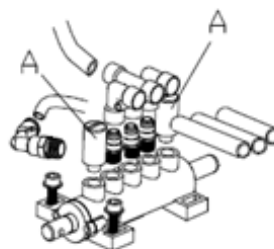

Рис. 13
2. Ослабьте глушители клапанов (А), которые относятся к педали раскрытия и смыкания кулачков и педали устройства отжима борта; (рис. 13).
3. Очистите глушители сжатым воздухом, при их повреждении – замените в соответствии с перечнем запасных частей. (Рис. 13)